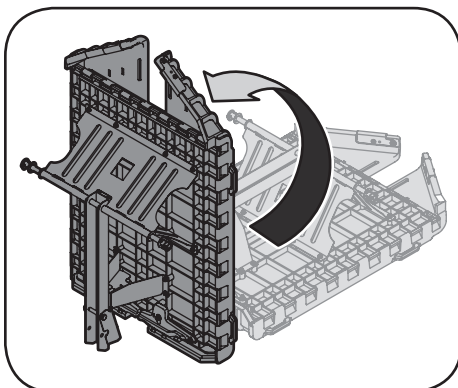

Figura 3-2
2. Con cuidado coloque el remolque en posición vertical tal como se muestra en la Figura 3-2.